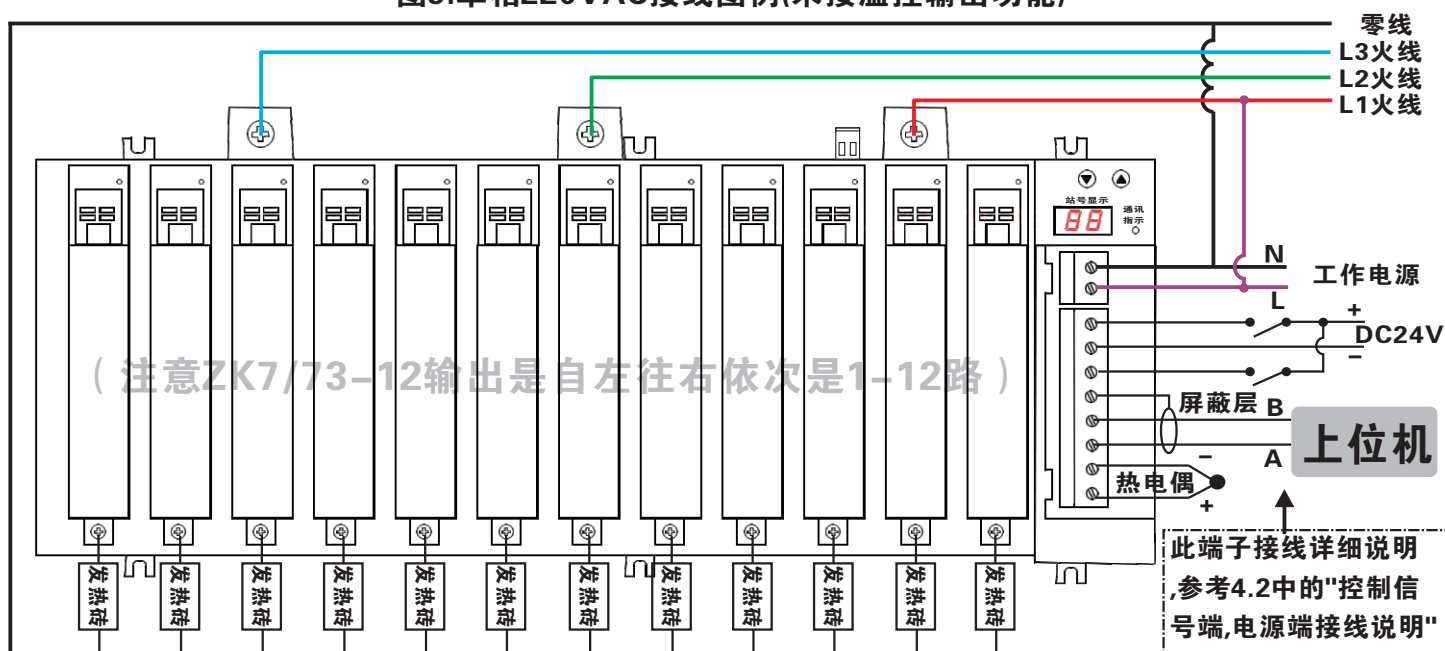

图6:三相四线220VAC接线图例(未接温控输出功能)
4.6.1:如图6所示,三相四线控制接法时,"L1进线"、"L2进线"、"L3进线"分别接入三相电的火线,输出1到输出15则直接接15个负载(如发热砖),负载的另端并接到零线即可,且需确保调整器工作电源零线与机器进线的零线一致,(注意:负载功率不得超过产品所标额定值);